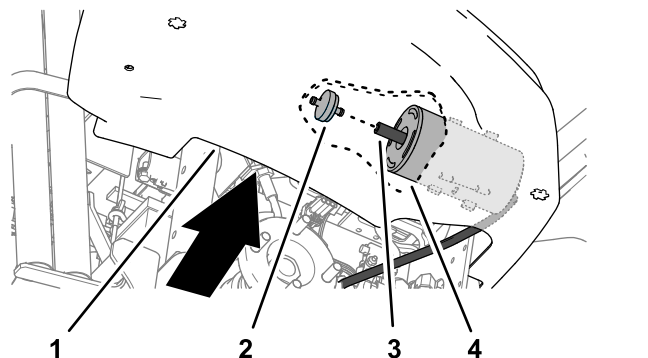

Figura 32
4. De la marginea de jos, interioară a consolei, trageți filtrul pentru recipientul din carbon spre spate i în afara furtunului de la capătul recipientului din carbon (**Figura 32**).
5. Introduceți un nou filtru pentru recipientul din carbon în furtunul de la capătul recipientului din carbon (**Figura 32**).